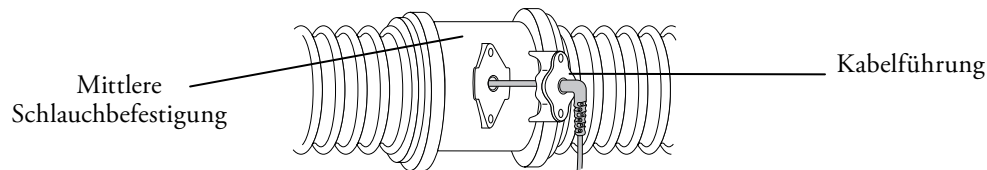

Abb. 14 Entfernen des bestehenden Reglerkabels aus dem Schlauch.
7. Um den Schlauch oder den Temperaturregler austauschen zu können, müssen die zwei Schrauben, die die Kabelführung mit dem Schlauch verbinden, entfernt und das Kabel durch die Öffnung (siehe Abb. 14) herausgezogen werden.